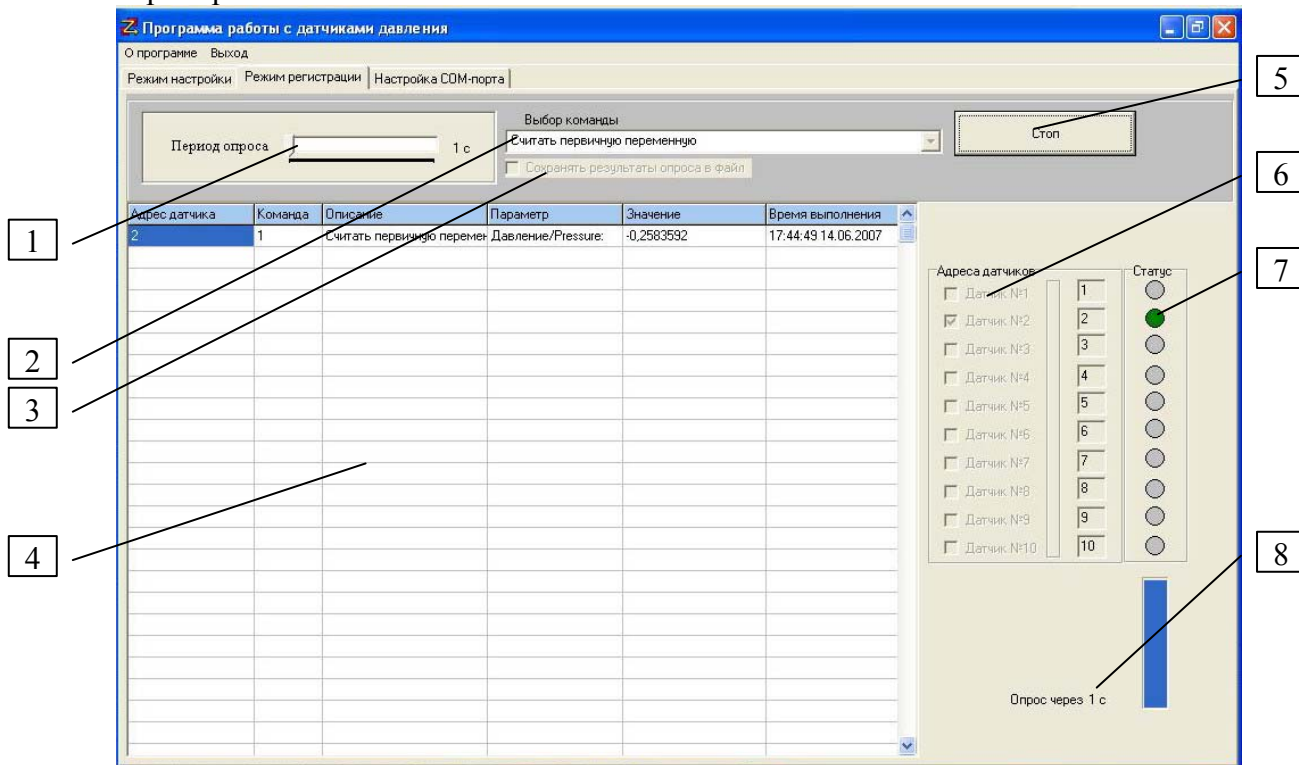

Рисунок 2- Закладка «Режим регистрации»
В окне программы «Режим регистрации» (рис. 2) отображаются:
1. Выбор периода опроса в секундах от 1 до 10000 с (рис. 2, поз. 1).
2. Выпадающий перечень команд (рис. 2, поз. 2).
3. Флажок сохранения регистрируемых данных в файл (рис. 2, поз. 3).
4. Поле состояния (рис. 2, поз. 4), отражающее ответ прибора.
5. Кнопка «Старт»/ «Стоп» для запуска/остановки выполнения команды (рис. 2, поз. 5).
6. Выбор опрашиваемых приборов (рис. 2, поз. 6).
7. Статус опрашиваемых приборов (рис. 2, поз. 7): зеленый – работа без ошибок, желтый – ответ не с первой попытки, красный – нет ответа от прибора.
Для того чтобы начать процесс регистрации нажмите кнопку **«Старт»**. (рис.2, поз. 3). Программа начнет считывать измерительную информацию с приборов, отображая её в поле состояния (рис. 2, поз. 4). Полученные от приборов данные будут автоматически записываться в файл, если установлен флажок «Сохранять результаты опроса в файл». Для остановки процесса регистрации нажмите кнопку **«Стоп»**. Программа остановит процесс опроса/считывания.